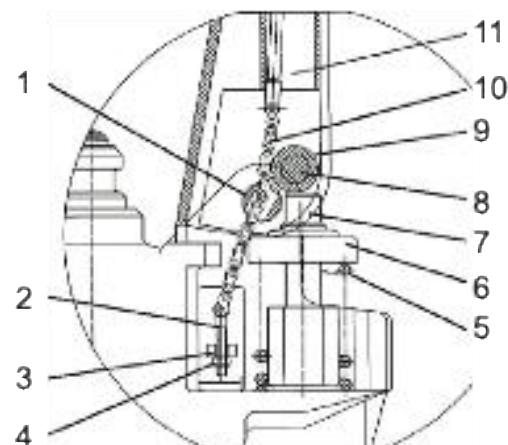

Bild 7 Sidovy
- b) Ställ kontrollspaken på styrarmen till läget 'LOWER', för sedan justeringsmuttern, justerbullen genom hålet på axeln med handen (Bild 7).